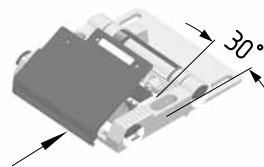
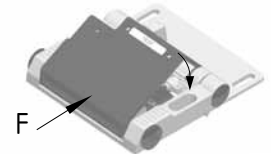

Fig. 2
Fig. 3
5. Colocar la tapa de la caja • inclinada unos 30° sobre las pestañas de soporte y apretarla firmemente (fig. 2), apretando al mismo tiempo hacia abajo (fig. 3).